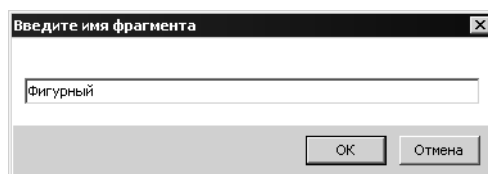

Рис. 19.7.
13. В появившемся на экране диалоге **Введите имя фрагмента** задайте наименование построенного контура (рис. 19.7).